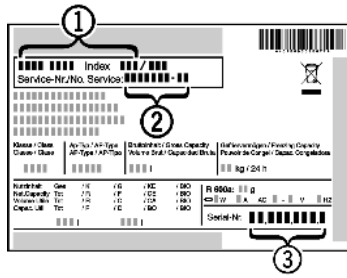

Fig. 12
► Прочетете от идентификационната табелка описанието на уреда Fig. 12 (1), сервисния № Fig. 12 (2) и серийния № Fig. 12 (3). Идентификационната табелка се намира на лявата вътрешна стена на уреда.
- Обадете се на сервисната служба и посочете неизправността, описанието на уреда Fig. 12 (1), сервисния № Fig. 12 (2) и серийния № Fig. 12 (3).